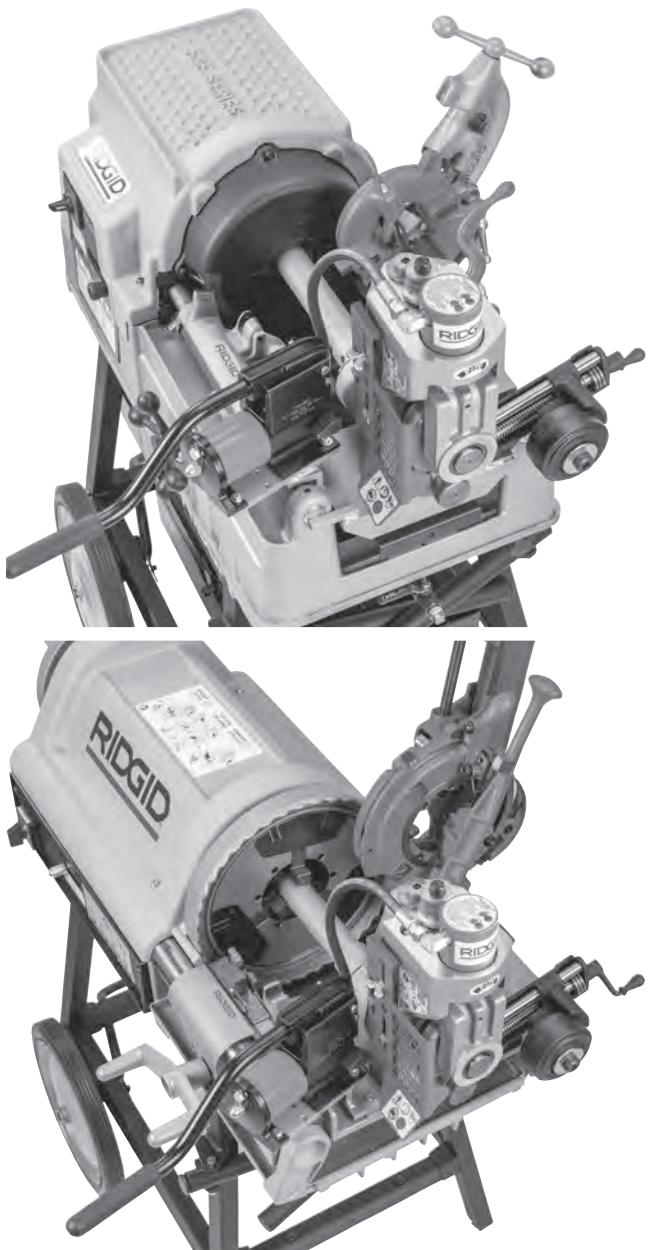

Abbildung 10 – Eine 918 installiert an einer 535A und einer 1224
5. Ziehen Sie das vordere Spannfutter der Maschine an der Antriebsstange fest, wenn die 918 am Ende der Gewindeschneidmaschine positioniert ist. Siehe Abbildung 10.